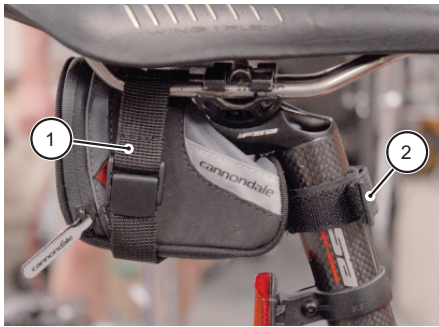
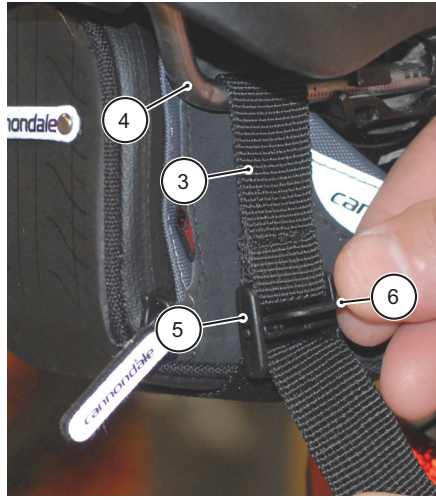

Figure 1.
Figure 2.
La méthode de fixation de cette sacoche de selle permet une fixation pratique (non permanente) et un démontage à la main. Ces sacs s'attachent sur le dessous de la selle au moyen de sangles pour rails de selle (1) et tige de selle (2). Voir figure 1.
1. Placez la sacoche sous la selle, derrière la tige de selle, comme indiqué sur la figure 1.
2. Figure 2. Passez les sangles (3) situées sur le haut de la sacoche par-dessus la partie supérieure de chacun des rails de selle (4) et autour des flancs de la sacoche. Enroulez la sangle la plus longue (celle sans boucle) (5) par-dessous le fond de la sacoche.
4. Fermez le levier de la boucle (6) afin de bloquer la sangle.
6. Enroulez étroitement les deux sangles velcro situées à l'avant de la sacoche (figure 1, item 2) autour de la tige de selle. Pressez fermement les extrémités l'une contre l'autre afin d'immobiliser les sangles.